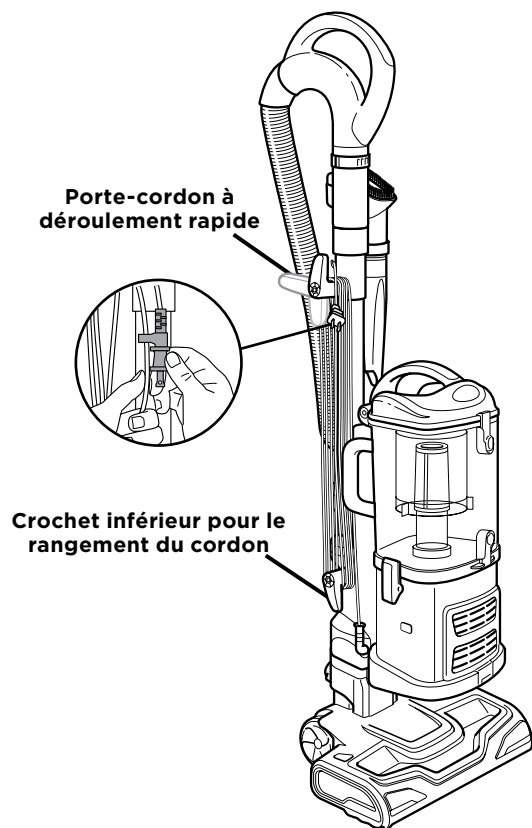

Fig. 17
- 2 Faites tourner le porte-cordon à dégagement rapide supérieur vers le haut et enrroulez le cordon lâchement autour des deux crochets. Engagez le crochet de la fiche sur le cordon pour la fixer solidement. (Fig. 17)